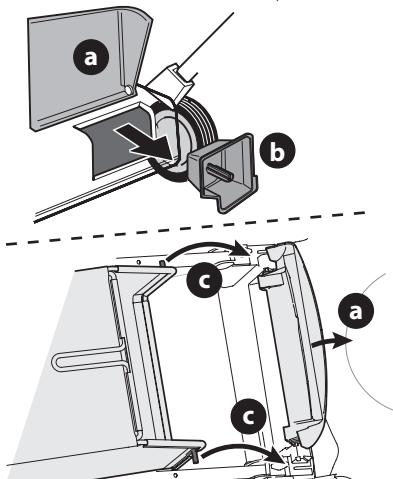

Figura 7
2. Para acoplar el colector de césped siga los pasos a continuación (Figura 7):